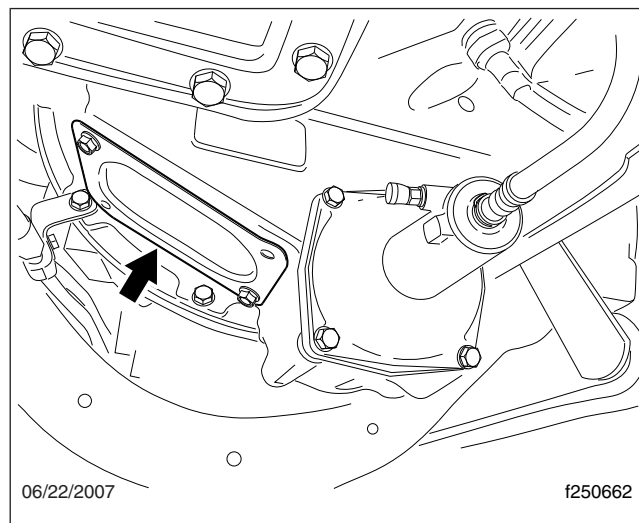

Figura 1, Placa de inspección del embrague común
2. Retire la placa de inspección del embrague para poder ver el collarín cuando lo esté lubricando. Vea la Figura 1.